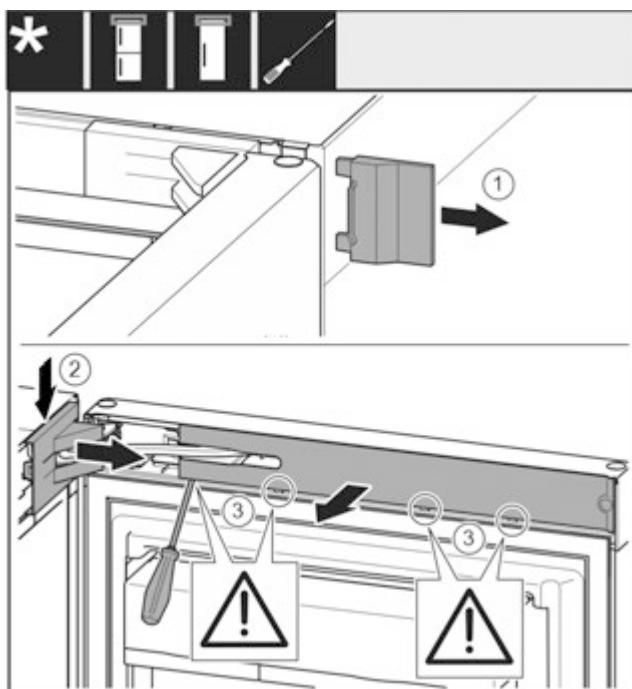

Fig. 8
- Зніміть зовнішню кришку. Fig. 8 (1)
- Звільніть і ослабте кришку опорного кронштейна. Зніміть кришку опорного кронштейна. Fig. 8 (2)
- За допомогою шліцової викрутки звільніть від фіксації та поверніть убік накладку. Fig. 8 (3)